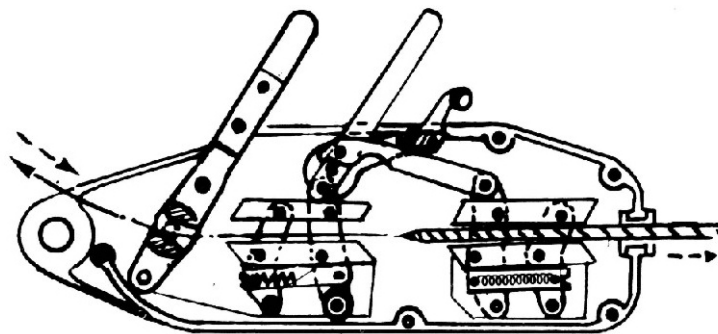

Abb. 1 Einscheren und Einziehen des Seils:
1. Einscheren: (Abb. 1) Drücken Sie, während das Seil den Boden berührt, auf den Hebezug und drücken Sie den Entladehandgriff. Ein Klickgeräusch zeigt an, dass sich die Zange soeben geöffnet hat. Dann können Sie das Drahtseil aus dem **Uropor (Anm. des Übersetzers: Ich weiß wirklich nicht, was da gemeint ist)** durch das mechanische System einscheren. Wenn das Seilende außen ist, ziehen Sie, um die erforderliche Länge zu belassen. Drücken Sie dann den Entladehandgriff, um das Seil festzuklemmen. Wenn der Vorwärts- oder Rückwärtshandgriff geschoben oder gezogen wird, wird das Drahtseil automatisch in das Maschinengehäuse ein- oder aus ihm austreten. Das Gerät ist nun einsatzbereit.
4) Einziehen des Seils: (siehe Abb. 1) Wenn der Arbeitsgang beendet ist, schieben und drücken Sie den Entladehandgriff, um die Zange zu öffnen. Ziehen Sie dann das Drahtseil aus dem hinteren Teil der Maschine. Reinigen Sie es und winden Sie es für zukünftige Verwendung um das Aufbewahrungskreuz. Ziehen Sie zum Schluss den Entladehandgriff zurück, damit die Zange nicht für längere Zeit offen ist, weil dadurch die Elastizität der Vorspannfedern beeinträchtigt wird.